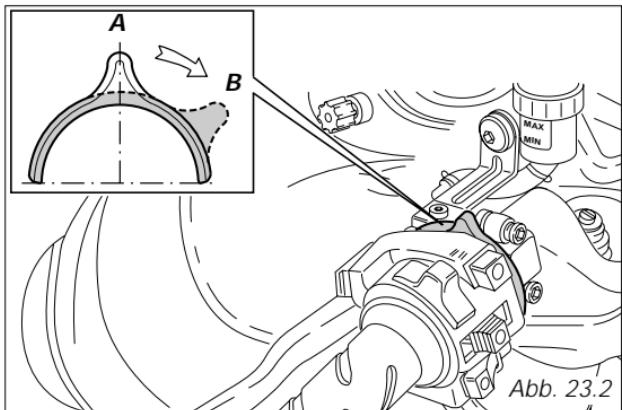

Abb. 23.2
- Den Starterhebel in die Position (Abb. 23.2) bringen.